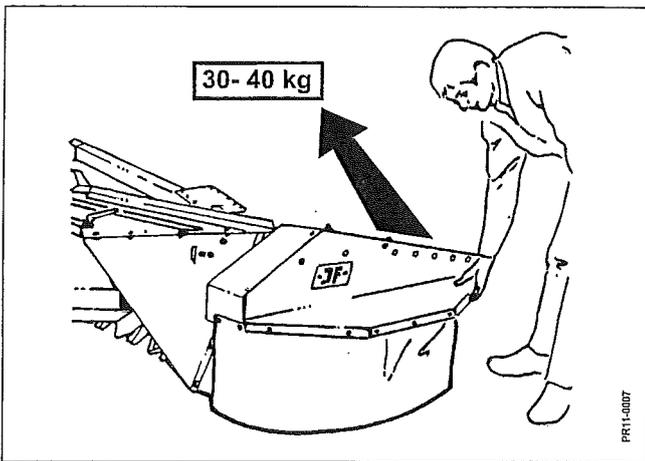

Fig. 2-18
- Fig. 2-18 JF-Fabriken empfiehlt die Entlastung so einzustellen, daß das äußerste Ende der Maschine mit einer Kraft von 30 - 40 kg angehoben werden kann.